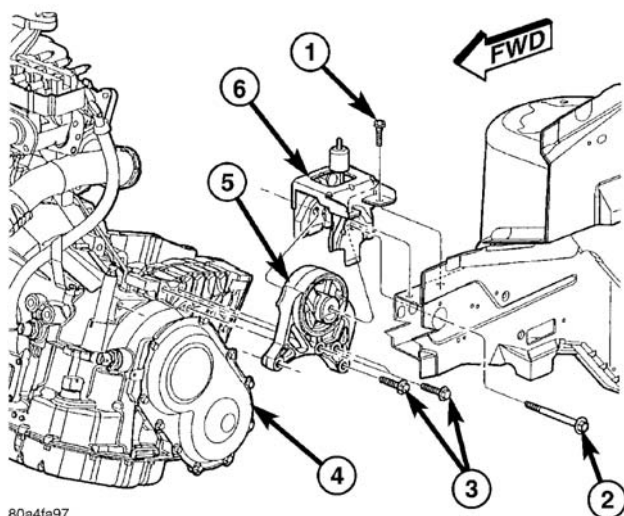
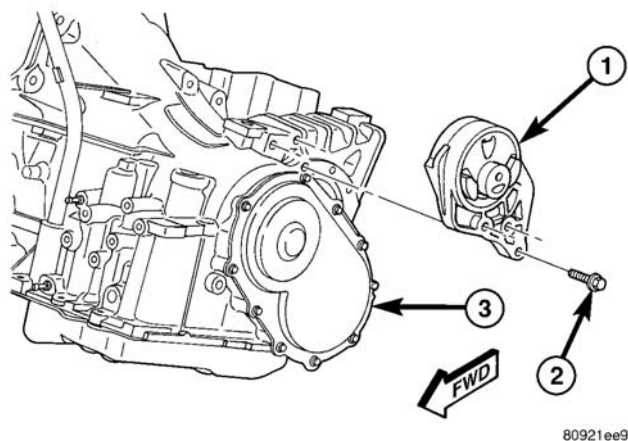
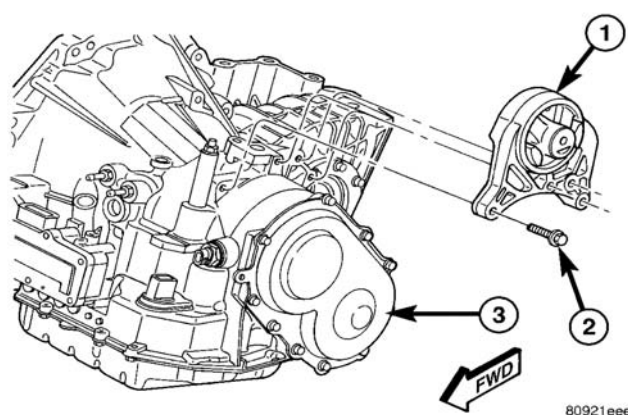

图 93 左支座至支架
图 94 左支座-31TH 变速桥
图 95 左支座-41TE 变速桥
- (6) 卸下左支座至车架纵梁的螺栓（图 93）。
- (7) 落下变速桥以接触水平螺栓。
- (8) 从支座卸下至变速桥变速桥的水平螺栓(图 94)或(图 95)。
- (1) 在变速桥上安装左固定件（图 94）或（图 95）。
- (2) 用千斤顶举升变速桥，直到左固定件定位。
- (3) 透过螺栓安装左固定件（图 93）。
- (4) 透过螺栓检修盖安装左固定件。